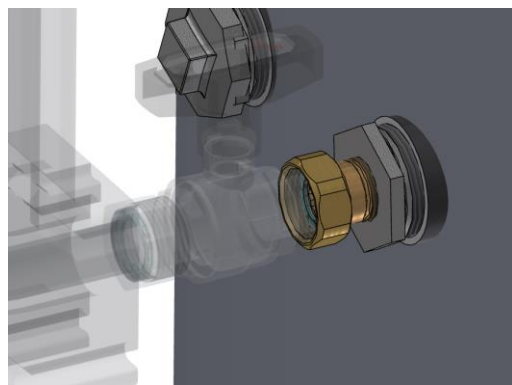
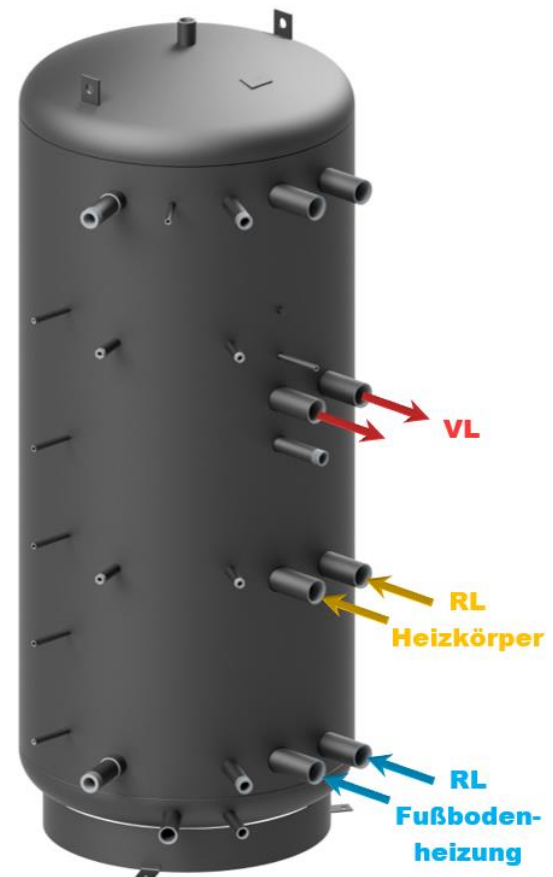

Abbildung 3
Abbildung 4
- Pufferadapter in die Sekundär-Anschlüsse (Vorlauf zweiter Anschluss von oben, Rücklauf je nach Heizkreisart, siehe Abbildung 4) am Pufferspeicher eindichten, siehe Abbildung 3.